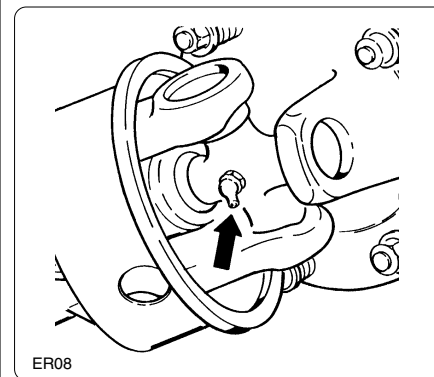

fig. 7.4.2
- Die Gelenkwelle auf Unversehrtheit prüfen und die Kreuzgelenke schmieren (Abb. 7.4.2).